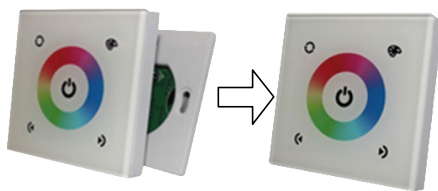

Рисунок 4.
- 3.7. Аккуратно установите лицевую панель на корпус контроллера. Следите за правильным соединением разъема (Рис. 4).